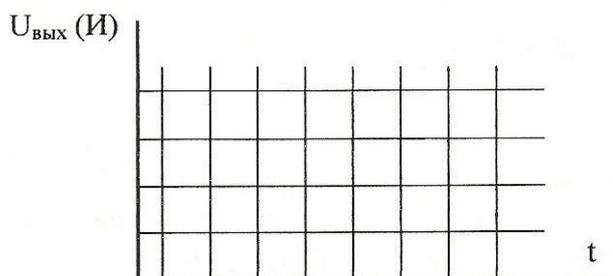

Рисунок 2.7.6. Осциллограмма сигнала с выхода интегрирующей цепи
9. Поставить переключатель схем на щитке в режим «И» (интегрирующая цепь) и подключить третий кабель на выход интегрирующей цепи. Заполнить в таблице 2.7.1 строку «интегрирующая», используя изображение на экране осциллографа и масштаб делений. Зарисовать изображение, используя как основу рисунок 2.7.6.